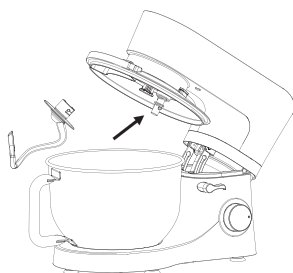
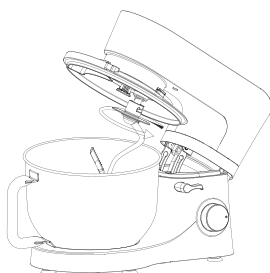

Abb. 4
Abb. 5
- Setzen Sie nun das gewünschte Werkzeug (6, 7 oder 8) in die dafür vorgesehene Werkzeughalterung (1) indem Sie das Werkzeug nach dem Einsetzen entgegengesetzt dem Uhrzeigersinn drehen, bis es fest arretiert ist. [Abb. 4 & Abb. 5]
- Befüllen Sie nun die Rührschüssel (5) mit den gewünschten Zutaten.